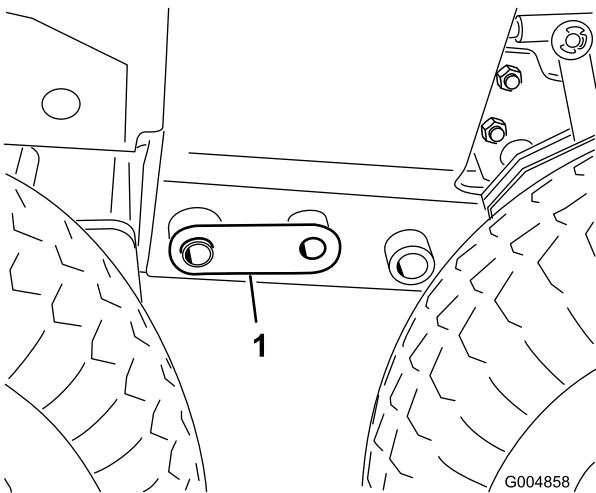

Рисунок 110
33. Отрегулируйте напольный домкрат так, чтобы совместить его с отверстиями диаметром 2,5 см в раме, и установите соединительный штифт с каждой стороны (Рисунок 110).